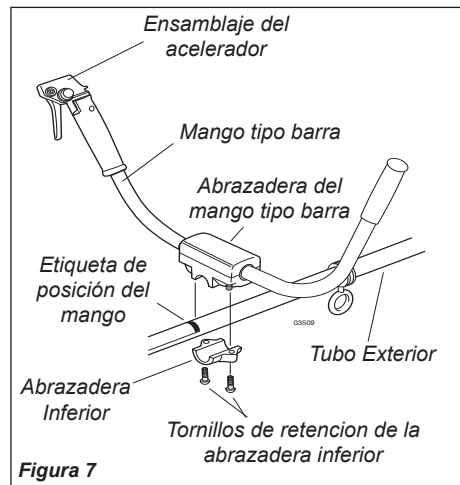

Figura 7
2. Posicione el mango sobre el tubo exterior detrás de la calcomanía de posición del mango. Vuelva a ensamblar la abrazadera inferior al soporte del mango en orden reverso al desensamblaje. Consulte la figura 7.